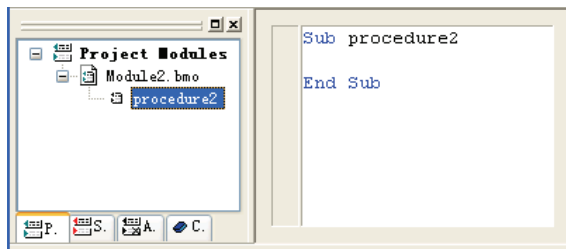

图 10-19 VBS 过程编辑窗口
- ① 在 WinCC 浏览窗口中打开全局脚本 VBS 编辑器。
- ② 在浏览窗口中，根据要创建标准过程还是项目过程来相应选择标准模块或项目模块选项卡控件。
- ③ 使用菜单命令“文件（File）”→“新建（New）”→“项目模块（Project Module）”或“文件（File）”→“新建（New）”→“标准模块（Standard Module）”打开现有模块或创建新模块。
- ④ 在创建新模块之后，不带返回值的过程结构就已经输入到了编辑窗口中，如图 10-19 所示。